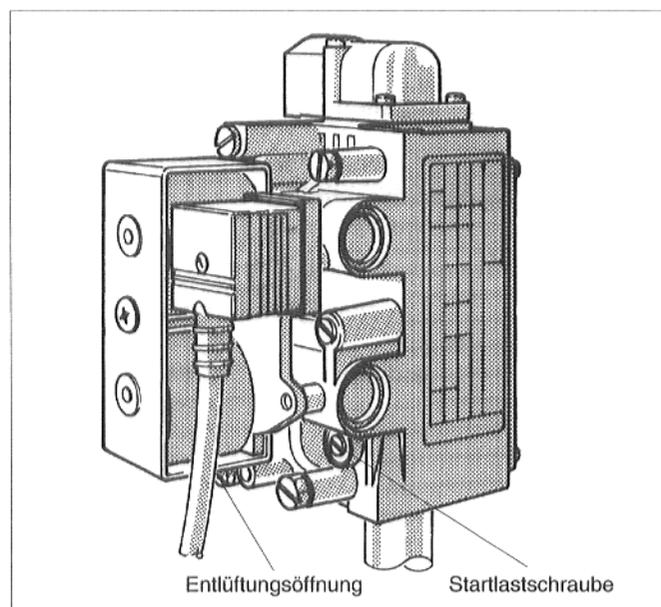

Abb. 47: Gasbrennerarmatur "SIT" 830 Tandem
- Bei "SIT" 830 Tandem: Abdeckkappe über der Entlüftungsöffnung entfernen (Abb. 47).
- Etwa 10 Sekunden, nachdem die Armatur geöffnet hat, erkennbar durch ein leichtes Klicken, Stufendruck am U-Rohr-Manometer ablesen und durch Drehen in Plus- oder Minus-Richtung an der Startlastschraube (Abb. 47 und 48) auf